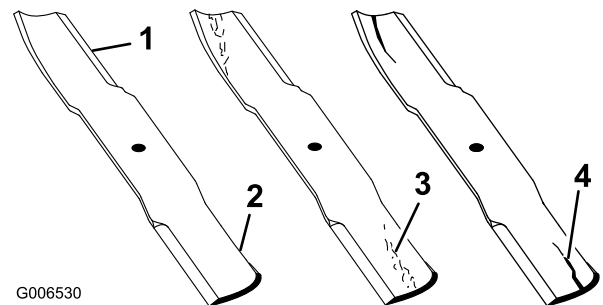

Bild 92
1. Untersuchen Sie die Schnittkanten (Bild 92). Entfernen und schärfen Sie die Messer, wenn die Schnittkanten nicht scharf sind oder Auskerbungen aufweisen. Siehe Schärfen der Messer (Seite 69).
2. Prüfen Sie die Schnittmesser, insbesondere den gebogenen Bereich (Bild 92). Wenn Sie Schäden, Verschleiß oder Rillenbildung in diesem Bereich feststellen (Bild 92), sollten Sie sofort ein neues Schnittmesser einbauen.